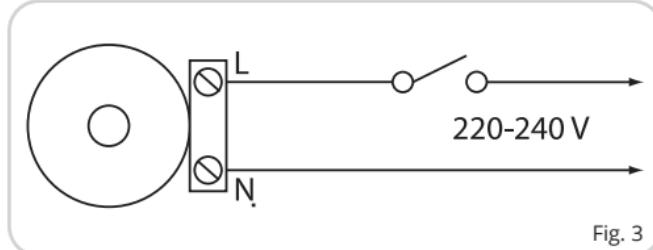

Fig. 3
- Viften tilkoples spenning iht. koplingsskjema, Fig. 3.